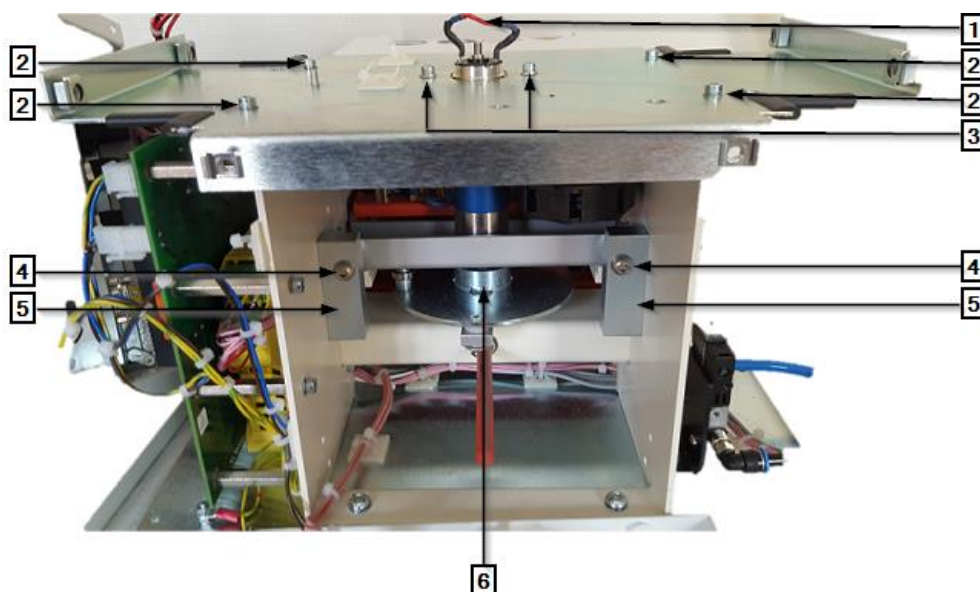

Abb. 71 : Ansamblu motor fără capace (vedere din spate)
- ➔ Desfaceți colierele aflate între procesor și condensator. Pentru următoarea descriere, consultați Abb. 71 : Ansamblu motor fără capace (vedere din spate), pagina 107.
- ⇒ Verificați dacă spațiul dintre clemele din camera de încălzire este paralel în poziția **Încărcare**. Dacă este cazul, ajustați șuruburile de poziționare a motorului (2).
- ⇒ Strângeți șuruburile de poziționare a motorului M6x40 (2) și contrapiulițele pe placa de bază (1) a ansamblului motor.
- ⇒ Poziționați șuruburile de fixare pe suportul motorului și strângeți-le. A se vedea Abb. 71 : Ansamblu motor fără capace (vedere din spate), pagina 107.